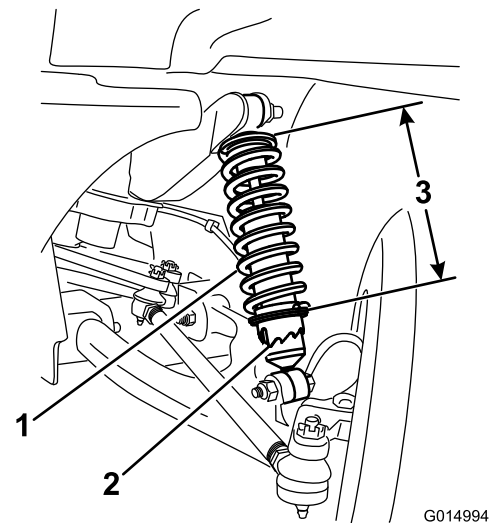

Bild 38
- A. Drehen Sie den Kragen am Stoßdämpfer mit dem Werkzeug TORO6010, um die Länge der Feder zu ändern (Bild 38).